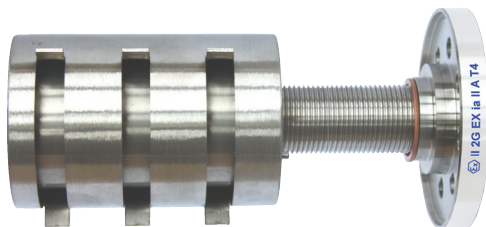

图 3.2. 用于带埋头螺母和密封环的 Ex 发动机的 SOG
- 在埋头螺母上涂 4 圈 Loctite 2701，将螺母和铜密封环 27x32x1,5 DIN 7603A 拧入凸出的 16mm（参考第 3.1 页图 3.2.）